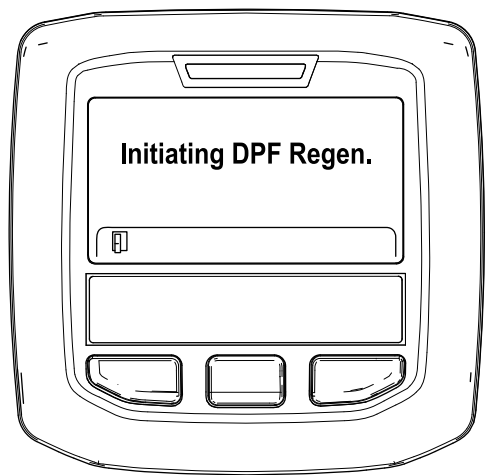

Figura 34
- A. Viene visualizzato il messaggio "Inizializzare Rigen. FAP" (Figura 34).